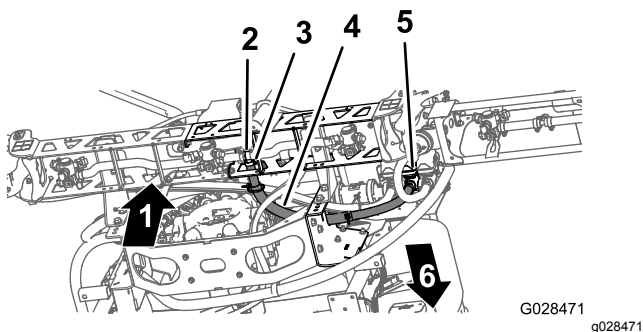

Рисунок 44
1. Проложите шланг средней секции стрелы, как показано на Рисунок 44.
2. Наденьте шланг секции стрелы на тройник типа «елочка» средней секции стрелы и закрепите шланг с помощью шлангового хомута (Рисунок 44).